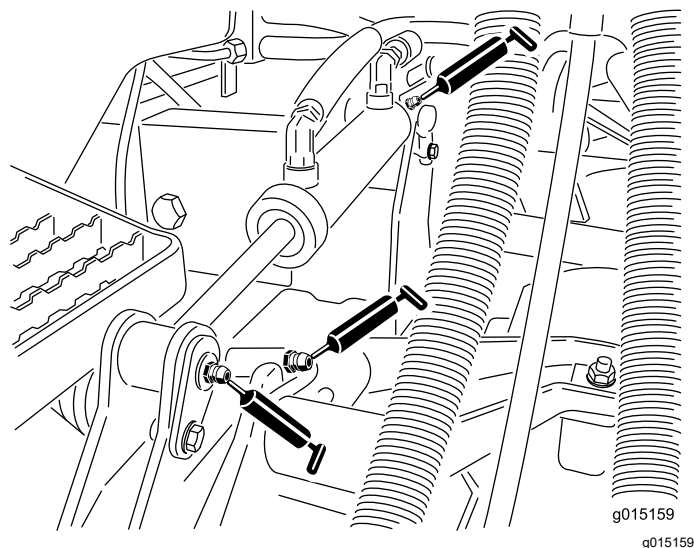

図 67
- 昇降アームのブッシュカッティングユニット 1 台に 1ヶ所 図 67
- 昇降シリンダのブッシュカッティングユニット 1 台に 2ヶ所 図 67